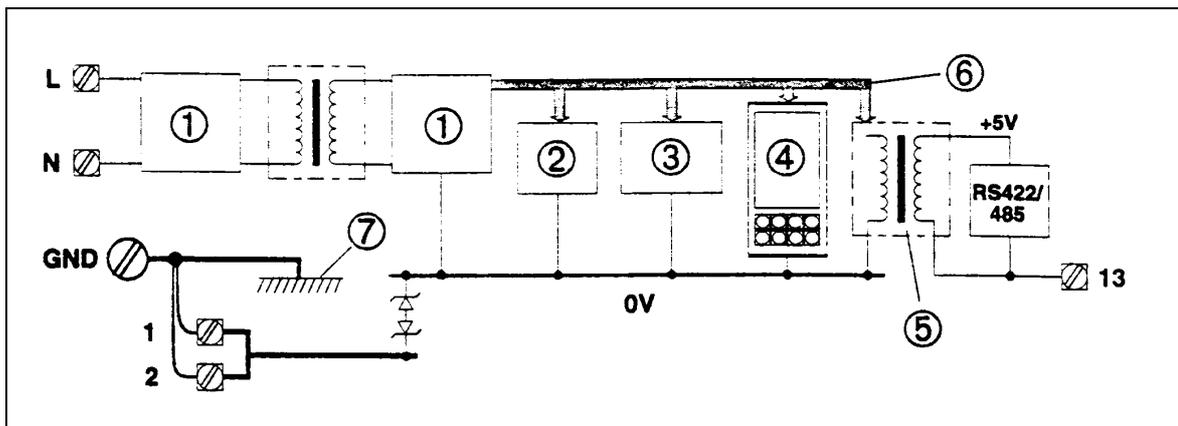

Bild 2-7 T640 Null-Volt-Anschlüsse
Bild 2-7 zeigt die internen Null-Volt- und Netzanschlüsse des T640 sowie die entsprechenden Schraubklemmen. Das Netzteil ① versorgt die Haupt-CPU ②, die E/A-Module ③, das Front Panel ④ und das RS422/485-Netzteil ⑤ über den Netzbuss ⑥. Der Anschluß GND ist direkt mit dem Gehäuse des Gerätes ⑦ verbunden und auf die Klemmen 1 und 2 verdrahtet.